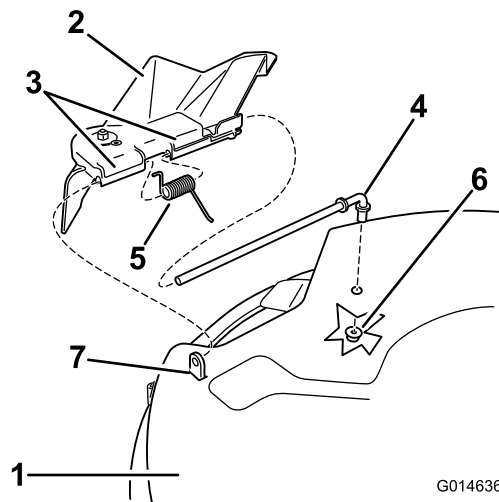

Figura 58
- Localize os itens apresentados em Figura 58.
- Remova a porta (3/8 polegadas) da barra debaixo do cortador (Figura 58).
- Faça deslizar a barra para fora da parte saliente curta, da mola e do deflector de relva (Figura 58). Se o deflector de relva estiver danificado ou gasto, retire-o.
- Substitua o deflector de relva (Figura 58).
- Coloque a mola na barra, com a cablagem da extremidade para baixo, e entre os suportes do deflector de relva. Faça a barra deslizar pelo segundo suporte do deflector de relva (Figura 58).
7. Insira a barra na parte da frente do deflector de relva na parte saliente curta na plataforma. Fixe a extremidade traseira da barra ao cortador com uma porca (3/8 polegadas) (Figura 58).